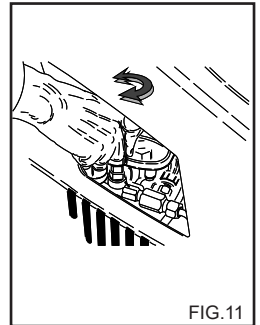

FIG. 11
Dit hoofdstuk betreft uitsluitend modellen voorzien van een drukregelaar. De drukregelaar (fig. 11) zorgt voor het regelen van de werkdruk. Door de knop C linksom (B) (minimum) te draaien, wordt een vermindering van de bedrijfsdruk verkregen.